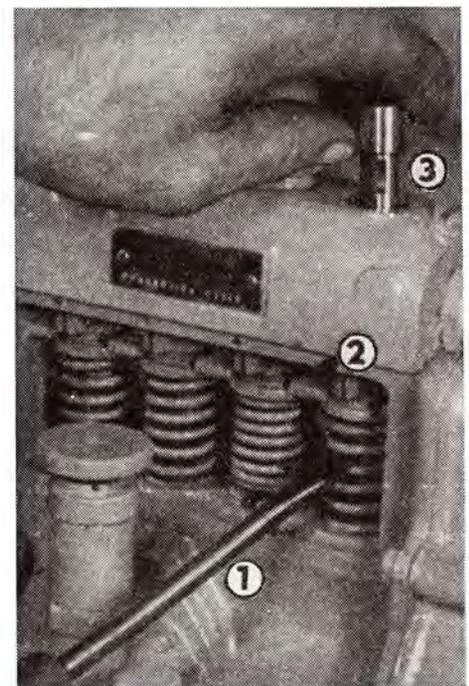

Abb. 19
4. Mit Hilfe einer Vorrichtung oder eines Schraubenziehers (Abb. 19/1), welcher unter den Kolbenkopf eingelegt wird, ist auf den Kolben zu drücken. Durch Herausdrücken des Kolbens wird der Sicherungsstift (Abb. 19/2) aus der Zylindernut herausgeschoben und dann kann der Kolben (Abb. 19/3) mit Zylinder leicht von oben herausgenommen werden.
Bei der Rückmontage ist darauf zu achten, dass die Regelhülse gegenüber den anderen Hülsen in richtiger Lage, montiert wird. Es ist darauf zu achten, dass sich die Zylindernut (Abb. 19/3) genau gegenüber der Öffnung im Sicherungsstift (Abb. 19/2) in der Pumpe befindet und dass sich der Stift in diese Nut leicht einpassen lässt; keine Gewalt darf angewendet werden. Vor der Montage sind die Elemente von Konservierungsfett zu reinigen — Achtung auf Verwechslung von Kolben und Zylinder.